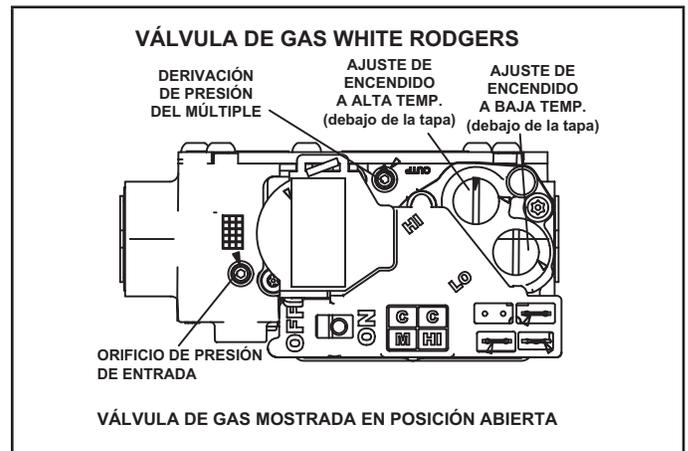

FIGURA 57
Operación de la válvula de gas (FIGURA 57)
- 6 - Mueva el interruptor en la válvula de gas a la posición **APAGADO**. Ver FIGURA 57.
- 8 - Mueva el interruptor en la válvula de gas a la posición **ENCENDIDO**. Ver FIGURA 57.
Un tapón roscado de presión de entrada en la válvula de gas permite acceso a la presión de suministro. Ver FIGURA 57. Retroceda el tornillo hexagonal de 3/32 una vuelta, conecte un tubo de 5/16 y conéctelo a un manómetro para medir la presión de suministro. Ver la TABLA 27 para la presión de la línea de suministro.
Un tapón de presión del múltiple en la válvula de gas permite acceso a la presión del múltiple. Ver FIGURA 57. Retroceda el tornillo hexagonal de 3/32 una vuelta, conecte un tubo de 5/16 y conéctelo a un manómetro para medir la presión del múltiple.
- 5 - Haga ajustes si es necesario. La FIGURA 57 muestra la ubicación de los tornillos de ajuste de encendido de alta y baja temperatura.